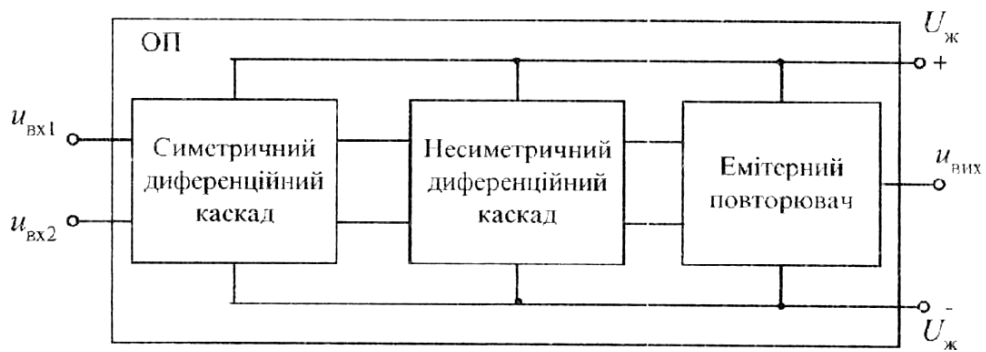

Рис. 1 - Графическое обозначение (а) и передаточные характеристики ОУ (б)
**Операционный усилитель** - это многокаскадный усилитель с двумя входами: прямым и инвертирующим (дифференциальным входом) и одним выходом, схемное изображение которого приведено на рис. 1, а. Основной его характеристикой является большой коэффициент усиления по напряжению.
Важной для ОУ является **передаточная характеристика** (рис. 1, б). Поскольку усилитель имеет два входа (прямой и инвертирующий), то эта характеристика отображает работу ОУ при подаче сигнала на каждый вход отдельно. Горизонтальные участки характеристики соответствуют режиму открытого или закрытого состояния транзистора выходного каскада. При этом величина выходного сигнала ограничивается максимальным значением напряжения на выходе ОУ положительного или отрицательного значения, которое достигает (0,9 - 0,95) напряжения питания. На этих участках смена входного сигнала не будет вызывать смены выходного сигнала, то есть напряжение на выходе будет оставаться постоянным.